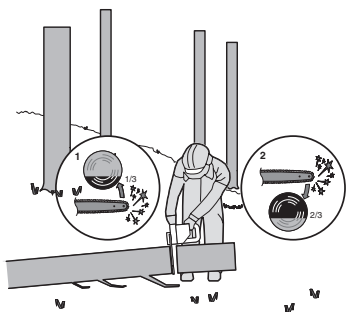

Figura 4
Si el tronco está apoyado por un extremo, tal como se muestra en la figura 4, corte $\frac{1}{3}$ del diámetro por la parte inferior (1). A continuación, realice el corte de acabado cortando por la parte superior hasta llegar al primer corte (2).